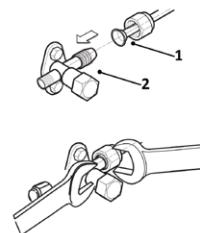

fig. 19 -
- Potriviți extremitățile conductei cu racord (part.1 "fig. 19 -") montat anterior cu cele ale raccordurilor de pe unitățile interne sau de pe robinetele unităților externe (part.2 "fig. 19 -").